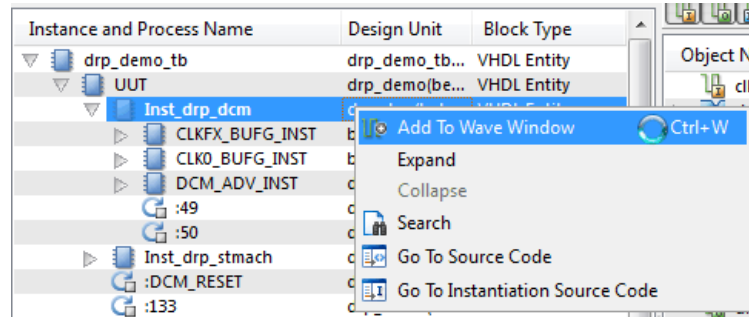

図 4-21 : [Add to Wave Window]
- [Instance and Processes] パネルで **Inst_drp_dcm** デザイン ユニットの選択してハイライトします。右クリックして、[Add to Wave Window] をクリックします (図 4-21)。